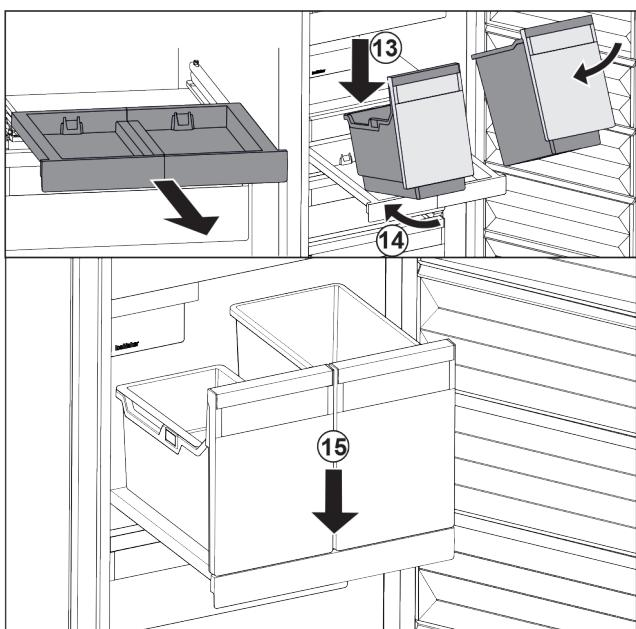

Fig. 39
- Поставете съда под ъгъл върху изтеглящата се дъска. Fig. 39 (13)
- Вкарайте съда под ъгъл назад. Fig. 39 (14)
- Спуснете съда отпред. Fig. 39 (15)